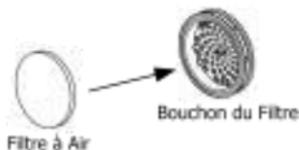

Fig. 11-1
(1) Fixez le filtre à air sur le bouchon du filtre, comme indiqué à la Fig. 11-1.